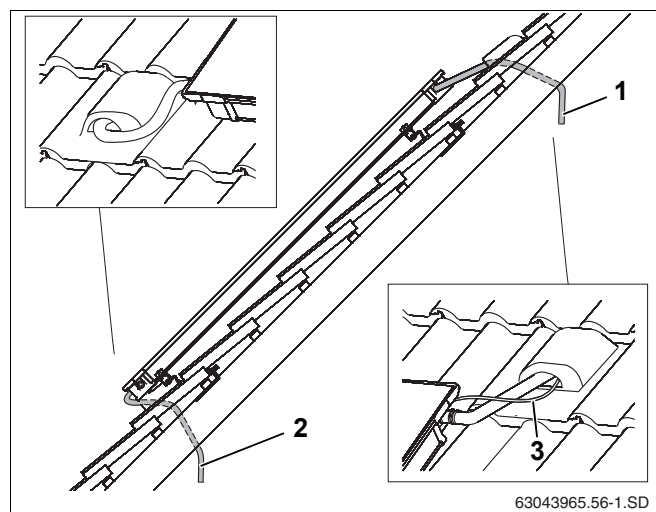

Рис. 52 Проводка соединительных линий под крышу
- Проведите шланг солнечного коллектора вместе с проводом датчика через черепицу с вентиляционным отверстием (рис. 52, поз. 1) и изоляцию кровли.